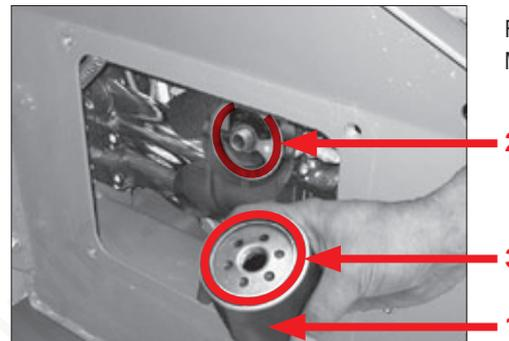

Fig. 99
3. Skru motoroliefilteret pos. 1 (fig. 99) af.
4. Rengør tætningsfladen til filterholderen pos. 2 (fig. 99).
5. Smør gummitætningen til det nye motoroliefilter pos. 3 let med olie (fig. 99).